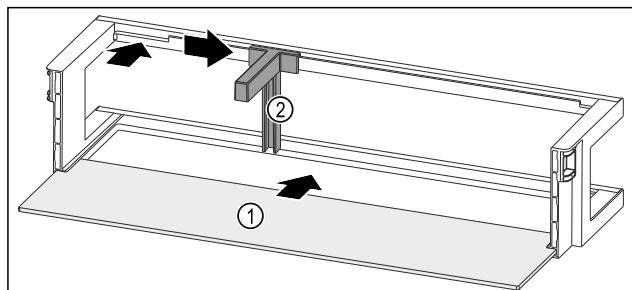

Fig. 67 Estantes en la contrapuerta con estante
- ▶ Introduzca el estante Fig. 67 (1) en las entalladuras laterales.
- ▶ Inserte el soporte para botellas Fig. 67 (2) en la entalladura.
- ▶ Deslice el soporte para botellas Fig. 67 (2) hacia un lado a la posición deseada.